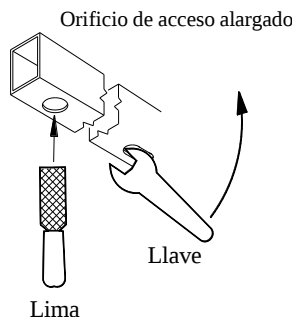

Figura 3
1. Retire los paneles de apariencia en ambos lados cerca del receptáculo de la rueda y que cubren los largueros del bastidor, retire (2) tuercas hexagonales (cubo M5.5) en la parte inferior del larguero del bastidor. Ambos lados. Tendrá que recortar o eliminarlo una vez que el enganche esté en su lugar.
3. Inserte el extremo enrollado del alambre de insertar a través del orificio trasero y saliendo por el orificio de acceso. Coloque el espaciador y el perno de carruaje en el alambre de insertar e inserte los fijadores en su ubicación a través del orificio. Deje el alambre de insertar unido. Repita el mismo proceso en ambos largueros del bastidor. Nota: Podría ser más fácil instalar la cabeza del perno de carruaje primero. Repita el procedimiento con los orificios delanteros. Ambos largueros del bastidor. Nota: para un ajuste apretado del perno de carruaje en el orificio de acceso podría ser necesario usar una lima o llave para abrir el orificio de acceso. Ver Figura 3.